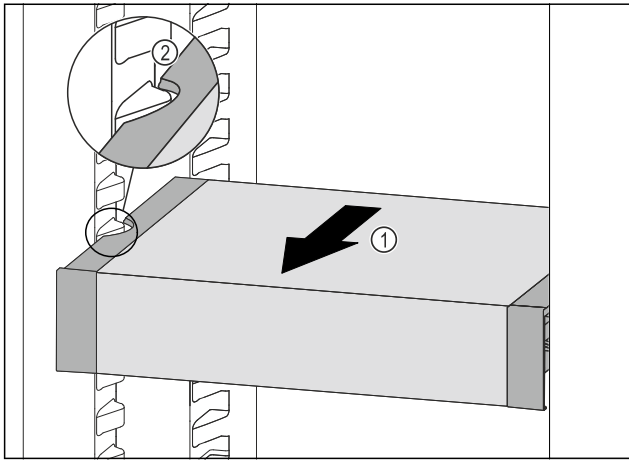

Fig. 56
- ▶ Тяните VarioSafe вперед Fig. 56 (1), пока боковые выемки VarioSafe не окажутся на высоте выступа резервуара в холодильном отделении. Fig. 56 (2)